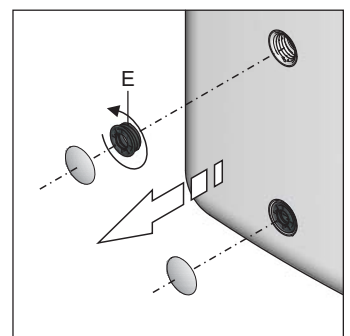

Bild 6-2 Gewindestück heraus-schrauben
- **Bei Verwendung von KFE-Befüllanschluss (Zubehör KFE BA):** Abdeckblende am Handgriff abbauen und Gewindestück (Bild 6-2, Pos.E) aus Speicherbehälter heraus-schrauben.